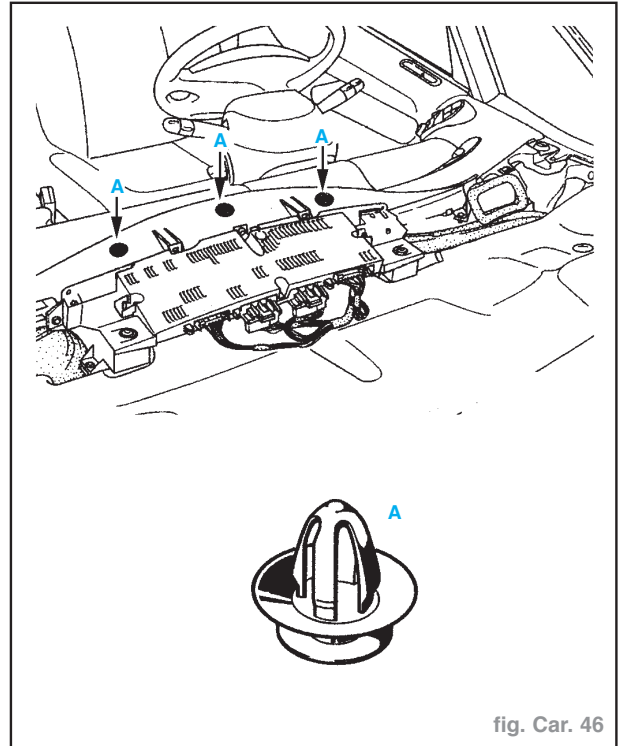

fig. Car. 46
- Lever la plage avant de planche en commençant dans l'angle, et tirer verticalement pour déclipser les trois fixations (A) (fig. Car. 46).